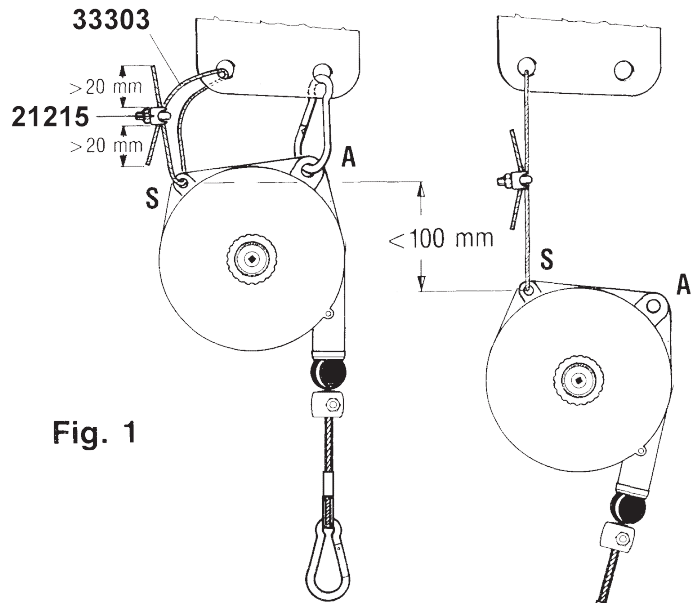

Fig. 1
**Anslut alltid säkerhetsupphängningen (S) med användning uteslutande av de medföljande tillbehören (fig.1) för ett stöd av korrekta dimensioner. Säkerhetsupphängningen FÅR INTE VARA densamma som används för den huvudsakliga upphängningen (A) (fig.1). Högsta fall vid brott på huvudupphängningen får inte överskrida 100 mm. Dra åt muttrarna och terminalerna 21215 (fig.1) med ett vridmoment på 2 Nm.**
Balansblocket ska regelbundet genomgå visuell kontroll (exempelvis en gång per skift), särskilt för att kontrollera tillståndet för upphängningarna (A) och (S) (Fig.1), fästskravar och de självlåsande systemen (om de används), och tillståndet för krokarna och vajrar.
**Byt ut vajern (10) VARJE ÅR och om den uppvisar skrapor, använd alltid uteslutande original reservdel från TECNA.**